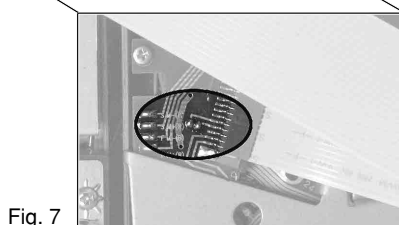

Fig. 7
- Schutzlötstelle der Pick-Up-Einheit (Fig. 7) zulöten.
- Flexprintstecker (F), (K) und (L) öffnen.
- Motoranschlusskabel (M) ablöten.
- 2 Schränkklaschen (N) aufbiegen.
- 2 Schrauben (O) heraus-schrauben und Leiterplatte herausnehmen.
- Close the protective solder joint of the pick up unit (Fig. 7).
- Open flexprint connectors (F), (K) and (L).
- Unsolder motor connections (M).
- Open the 2 holders (N).
- Undo 2 screws (O) and take out the board.